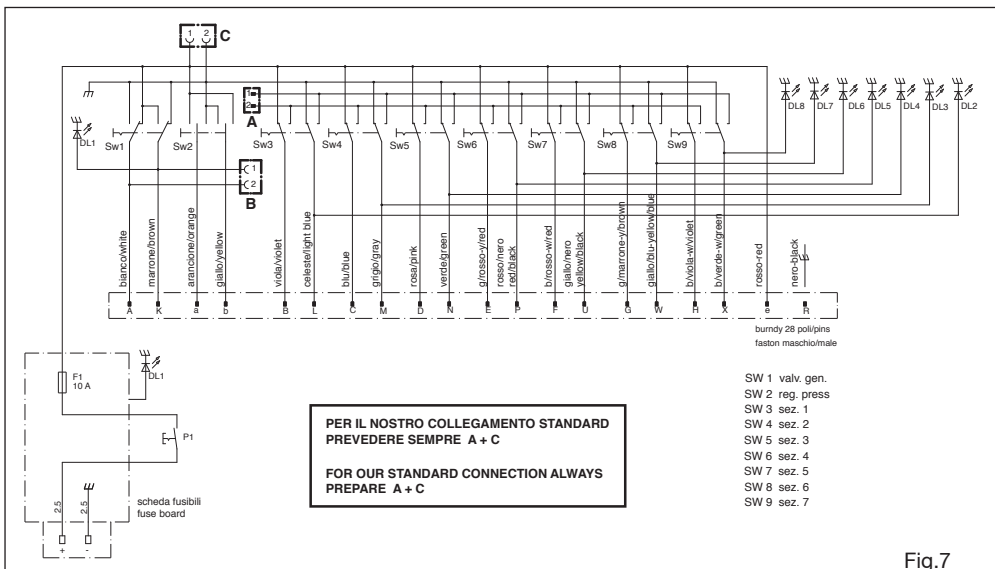

Fig.7
By default the section valves are independent from the main valve (fig. 7 standard connection A + C); connecting A + B, the section valves will depend on the general valve.
Sul lato destro del box è posizionato il fusibile di protezione del dispositivo del valore di 10A (pos. 3). Cambiando la posizione dei connettori siglati A - B - C posti all'interno del box, si può modificare il funzionamento dello stesso. Di default le valvole di sezione sono indipendenti dalla valvola generale (fig. 7 collegamento standard A + C); collegando A + B le valvole di sezione dipendono dalla valvola generale.